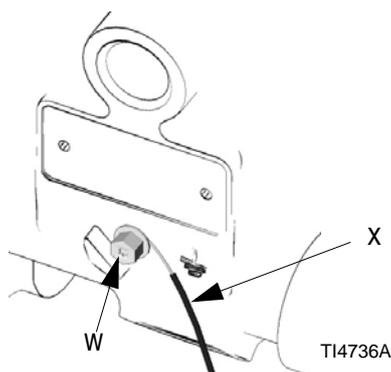

Fig. 2 : Branchement du fil de terre
- *Pompe* : branchez un fil de terre et un collier comme indiqué dans la FIG. 2. Desserrez la vis de mise à la terre (W). Insérez une extrémité d'un fil de terre (X) de 1,5 mm² (12 ga) minimum derrière la vis de mise à la terre et serrez-la fermement. Branchez l'extrémité du fil de terre sur une véritable prise de terre. Pour commander un fil de terre et un collier, commandez la pièce référence 222011.